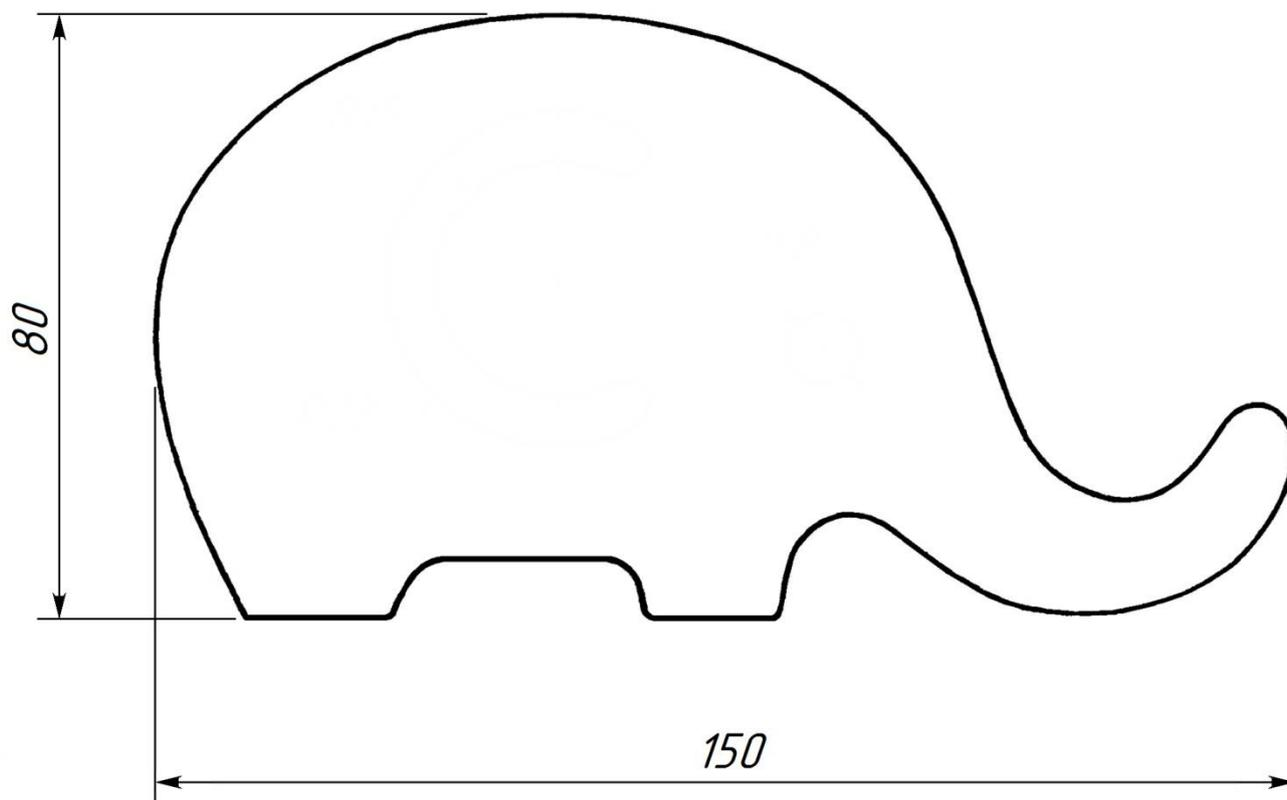

Рис. 2
1. С помощью рисунка (см. рис. 1) и шаблона (см. рис. 2) разработать внутренние контуры лекала в виде двух отверстий.